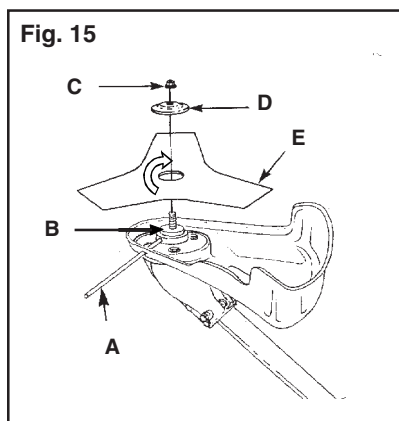

Fig. 15
1. Place holding pin (A) through hole in guard, then through slot in upper flange (B) as shown in Figure 15. Using a 1/2" wrench, turn blade nut (C) **counterclockwise**. Remove blade nut (C), cupped washer (D), and blade (E).
2. Install upper flange (B) onto gear shaft with hollow side toward gear head.
3. Center blade (E) on upper flange (B), making sure blade sits flat. Install cupped washer (D) with raised center AWAY from blade. Install blade nut (C).
4. Place holding pin (A) through hole in guard, then through slot in upper flange (B) as shown in Figure 15. Using a 1/2" wrench, turn blade nut **clockwise**. Tighten nut securely.
1. Introduire la goupille de retenue (A) dans le trou du protège-lame, puis dans le trou de la bride supérieure (B) comme le montre la figure 15. En utilisant une clé à douille de 1/2 po., tourner l'écrou (C) de retenue de la lame dans le sens contraire des aiguilles d'une montre. Enlever l'écrou (C), la rondelle à collerette (D) et la lame (E).
2. Installer la bride supérieure (B) sur l'axe du pignon, avec le côté concave vers le boîtier réducteur.
3. Centrer la lame (E) sur la bride supérieure (B), en prenant soin que la lame repose bien à plat. Installer la rondelle à collerette avec la collerette dans la direction OPPOSÉE à la lame. Installer l'écrou de retenue de la lame (C).
4. Introduire la goupille de retenue (A) dans le trou du protège-lame, puis dans le trou de la bride supérieure (B) comme le montre la figure 15. En se servant d'une clé de 1/2 po., tourner l'écrou dans le **sens des aiguilles d'une montre**. Bien serrer l'écrou.